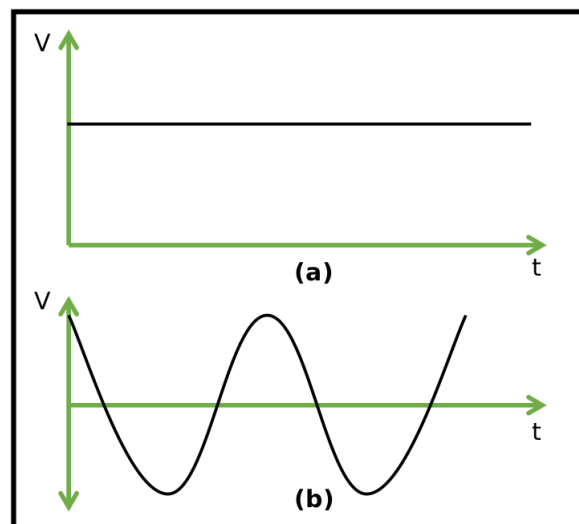

Figura 2: (a) Corrente contínua ao longo do tempo. (b) Corrente alternada ao longo do tempo.
Inicialmente a primeira tecnologia desenvolvida para a transmissão de energia elétrica foi a de corrente contínua (CC), porém, posteriormente a tecnologia de corrente alternada (CA) trouxe uma concorrência que culminou na famosa "*Guerra das Correntes*", pois uma disputa nos âmbitos tecnológicos, econômicos e políticos foi observada. Essa disputa foi estabelecida entre George Westinghouse (CA) e Thomas Edison (CC) que ocorreu nas duas últimas décadas do século XIX. Os dois tornaram-se adversários devido à campanha publicitária de Edison pela utilização da corrente contínua para distribuição de eletricidade, em contraposição à corrente alternada, defendida por Westinghouse e Nikola Tesla (desenvolvedor dessa tecnologia) [3]. Atualmente a corrente contínua possui poucas aplicações quando utilizada para transmissão de energia elétrica, porém ela é fundamental na vida e cotidiano das pessoas, pois a maior parte dos circuitos eletrônicos inseridos em diferentes dispositivos utilizam este tipo de corrente para seu funcionamento, como por exemplo, *smartphones*, *tablets*, computadores, televisores e acessórios de carros. Essa corrente possui como uma de suas importantes características o deslocamento dos elétrons de um ponto a outro em uma mesma direção, já a corrente alternada possui os elétrons se deslocando em duas direções opostas [2]. O resultado destas correntes ao longo do tempo pode ser observada na figura 2.